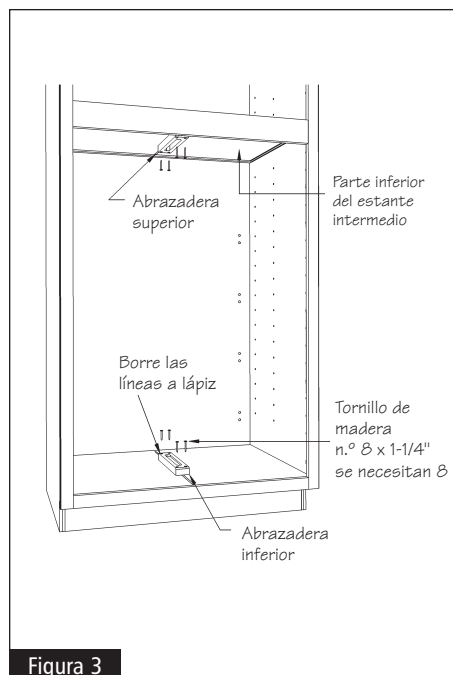

Figura 3
**6** Borre las marcas a lápiz que hizo en el paso 2 y fije la abrazadera inferior (con ranura superficial) a la parte inferior del gabinete y la abrazadera superior (con la ranura profunda) a la parte inferior del estante intermedio con 4 tornillos de madera n.º 8 x 1-1/4" en cada abrazadera, asegurándose de no apretar demasiado los tornillos, ya que puede trasroscarlos. Vea la figura 3.